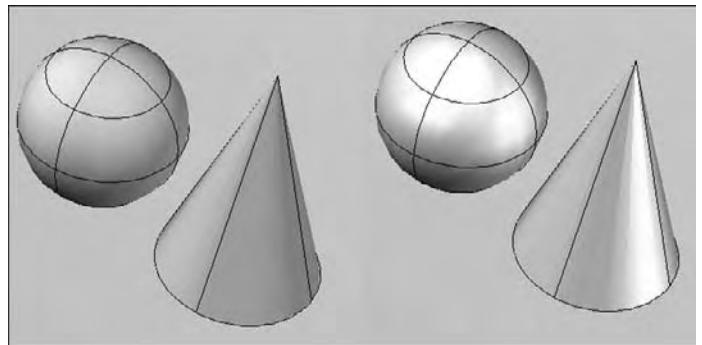

Fig.9.8
- **Intensité de la surbrillance** (Highlight intensity) : contrôle la taille des surbrillances sur les faces sans matériaux (fig.9.8).